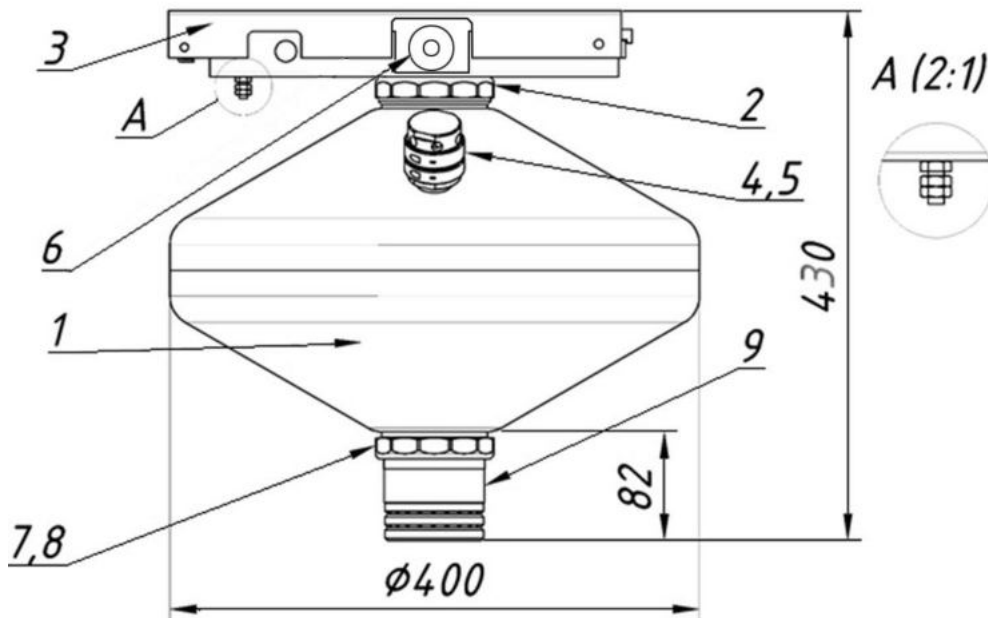

Рис. 1 Общий вид модуля
3.1 Общий вид модуля\* « ТРВ - Гарант - 14,5-11 » газогенераторного типа представлен на рис.1.